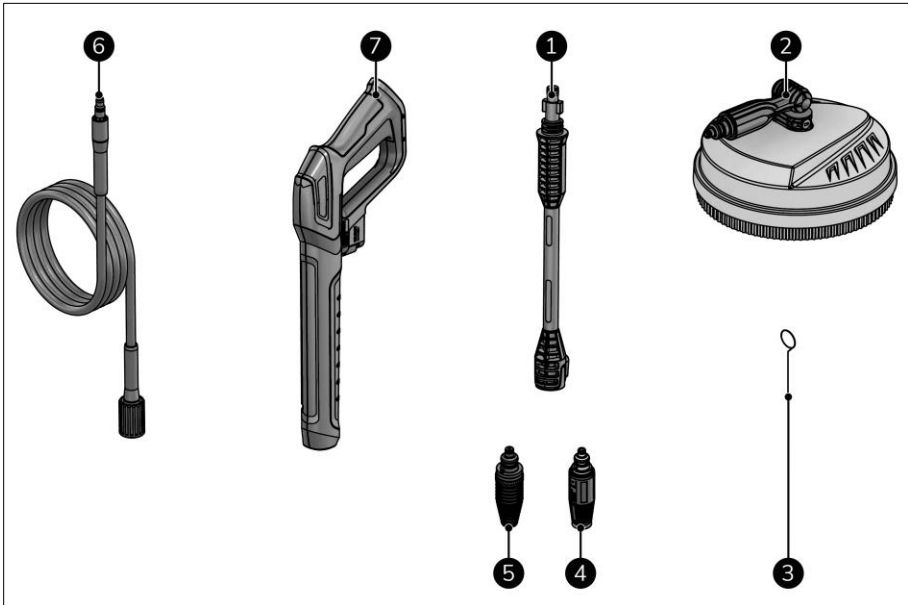

Abbildung 5
Dieses Gerät enthält folgendes Zubehör (Abbildung 5):
1. Halten Sie die Strahlpistole (Abbildung 5, Pos. 7) mit beiden Händen.
2. Platzieren Sie den Bodenreiniger (Abbildung 5, Pos. 2) auf die zu reinigende Oberfläche.